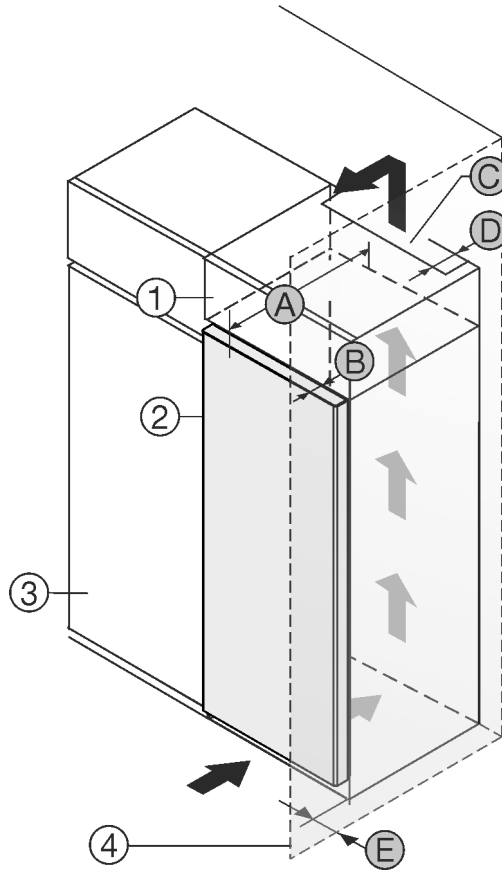

Fig. 1
Voit pystyttää laitteen suoraan jääkaapin Fig. 1 (3) viereen.*
Lisäkaapin takana on oltava lisäkaapin levyinen poistoilma-kuilu, jonka syvyys on Fig. 1 (D).*
Katon alapuolelle on jäätävä ilmanvaihdon poikkipinta-alaa Fig. 1 (C) vastaava tila.*
Jos asennat laitteen oven saranapuolen seinän Fig. 1 (4) viereen, laitteen ja seinän väliin on jätettävä vähintään 13 mm väli.*
Jotta voit avata ovet kokonaan, laitteen on oltava oven syvyyden Fig. 1 (B) verran ulospäin keittiökaappien etureunasta. Keittiökaappien Fig. 1 (3) syvyyden ja välikkeiden käytön mukaisesti laite voi olla ulompana.*